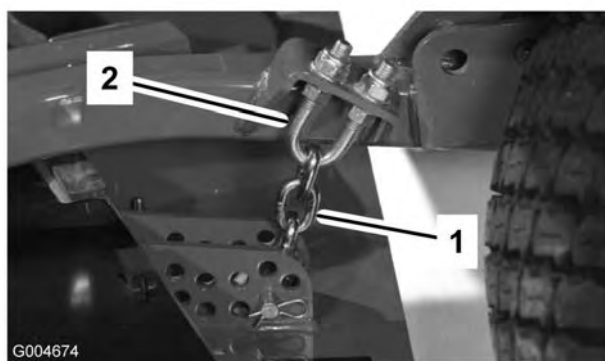

Figura 16
- Retire o contrapino tipo grampo e pino de segurança que fixam as correntes da altura de corte à traseira da unidade de corte (Figura 16).